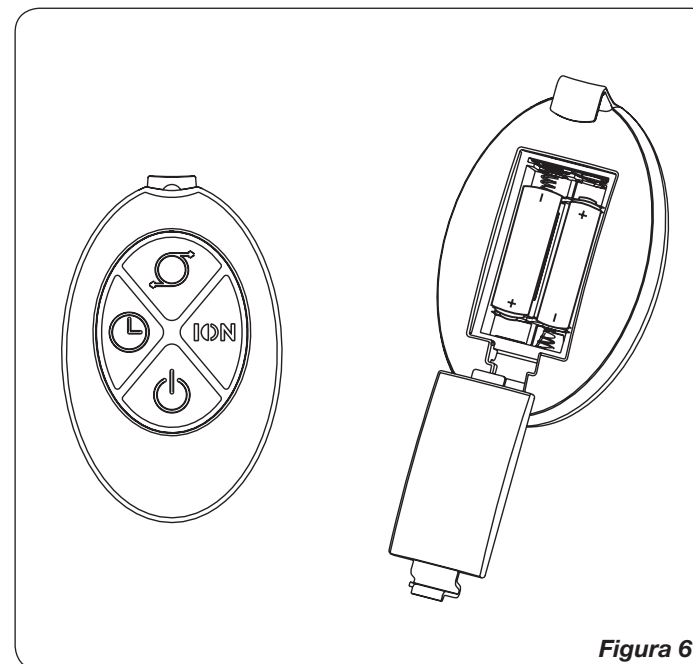

Figura 6
1. Instale la baterías (no suministró) como mostrado en la *Figura 6*. La batería es el tipo "AAA".